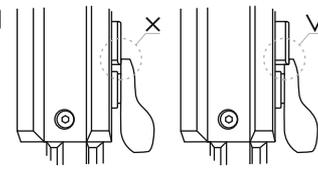

Fig.7
- Si cela ne se produit pas (les attaches sortent des verrous) - augmentez la hauteur des verrous. Pour ce faire, utilisez la clé à écrou hexagonal S3 pour tourner les écrous de retenue (**16**) des verrous (**14**) dans le sens inverse des aiguilles d'une montre jusqu'à ce que les attaches reposent solidement contre les verrous (**Fig. 7**).